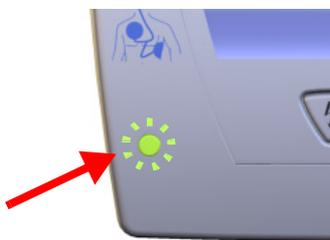
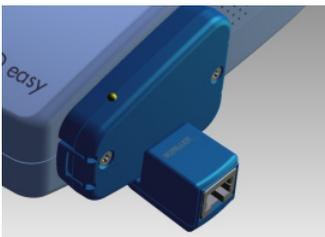
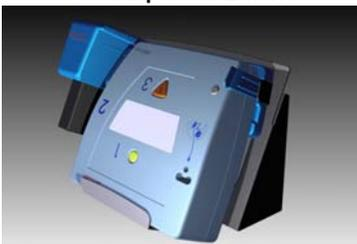

Fig. 2.6 Voyant de contrôle vert clignotant
Fig. 2.8 FRED easy® Ethernet avec adaptateur Ethernet
Fig. 2.9 FRED easy® Online avec Support Mural
- (1) Le voyant de contrôle vert clignote si le dernier autotest s'est déroulé sans erreur (voir Fig. 2.6).
- (2) Le voyant de contrôle jaune est allumé aussi longtemps que le connecteur des électrodes n'est pas inséré dans l'appareil et les électrodes ne sont pas appliquées sur la poitrine du patient.
- (3) **Raccord** pour les électrodes auto-adhésives.
- (4) **Touche verte**  pour mettre en marche et arrêter l'appareil. En mode semi-automatique, elle permet de démarrer l'analyse.
- (5) Pile/batterie
- (6) Haut parleur
- (7) Logement de la carte mémoire (SD Card)
- (8) **Touche orange**  pour déclencher le choc de défibrillation (mode semi-automatique uniquement).
- (1) Le voyant de contrôle vert clignote si le dernier autotest s'est déroulé sans erreur (voir Fig. 2.6 page 20).
- (7) **Boîtier Ethernet**, permet de connecter l'**adaptateur Ethernet** (version Ethernet voir Fig. 2.8) et de connecter l'appareil au **support mural** (version Online voir Fig. 2.9)